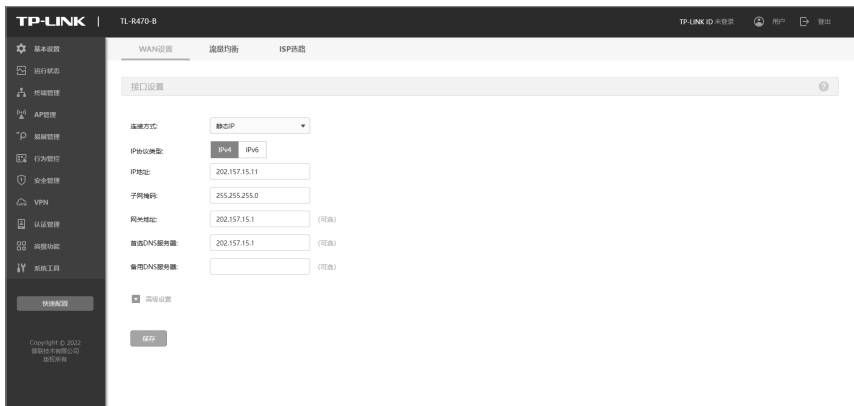

图4-8 路由器管理界面首页
9. 经过上述步骤即可成功登录路由器管理界面首页, 如图4-8所示。点击左上角的本公司的商标, 您就可以很方便地访问本公司主页 (<http://www.tp-link.com.cn>)。点击页面左侧的主菜单栏即可进行相应功能的配置。